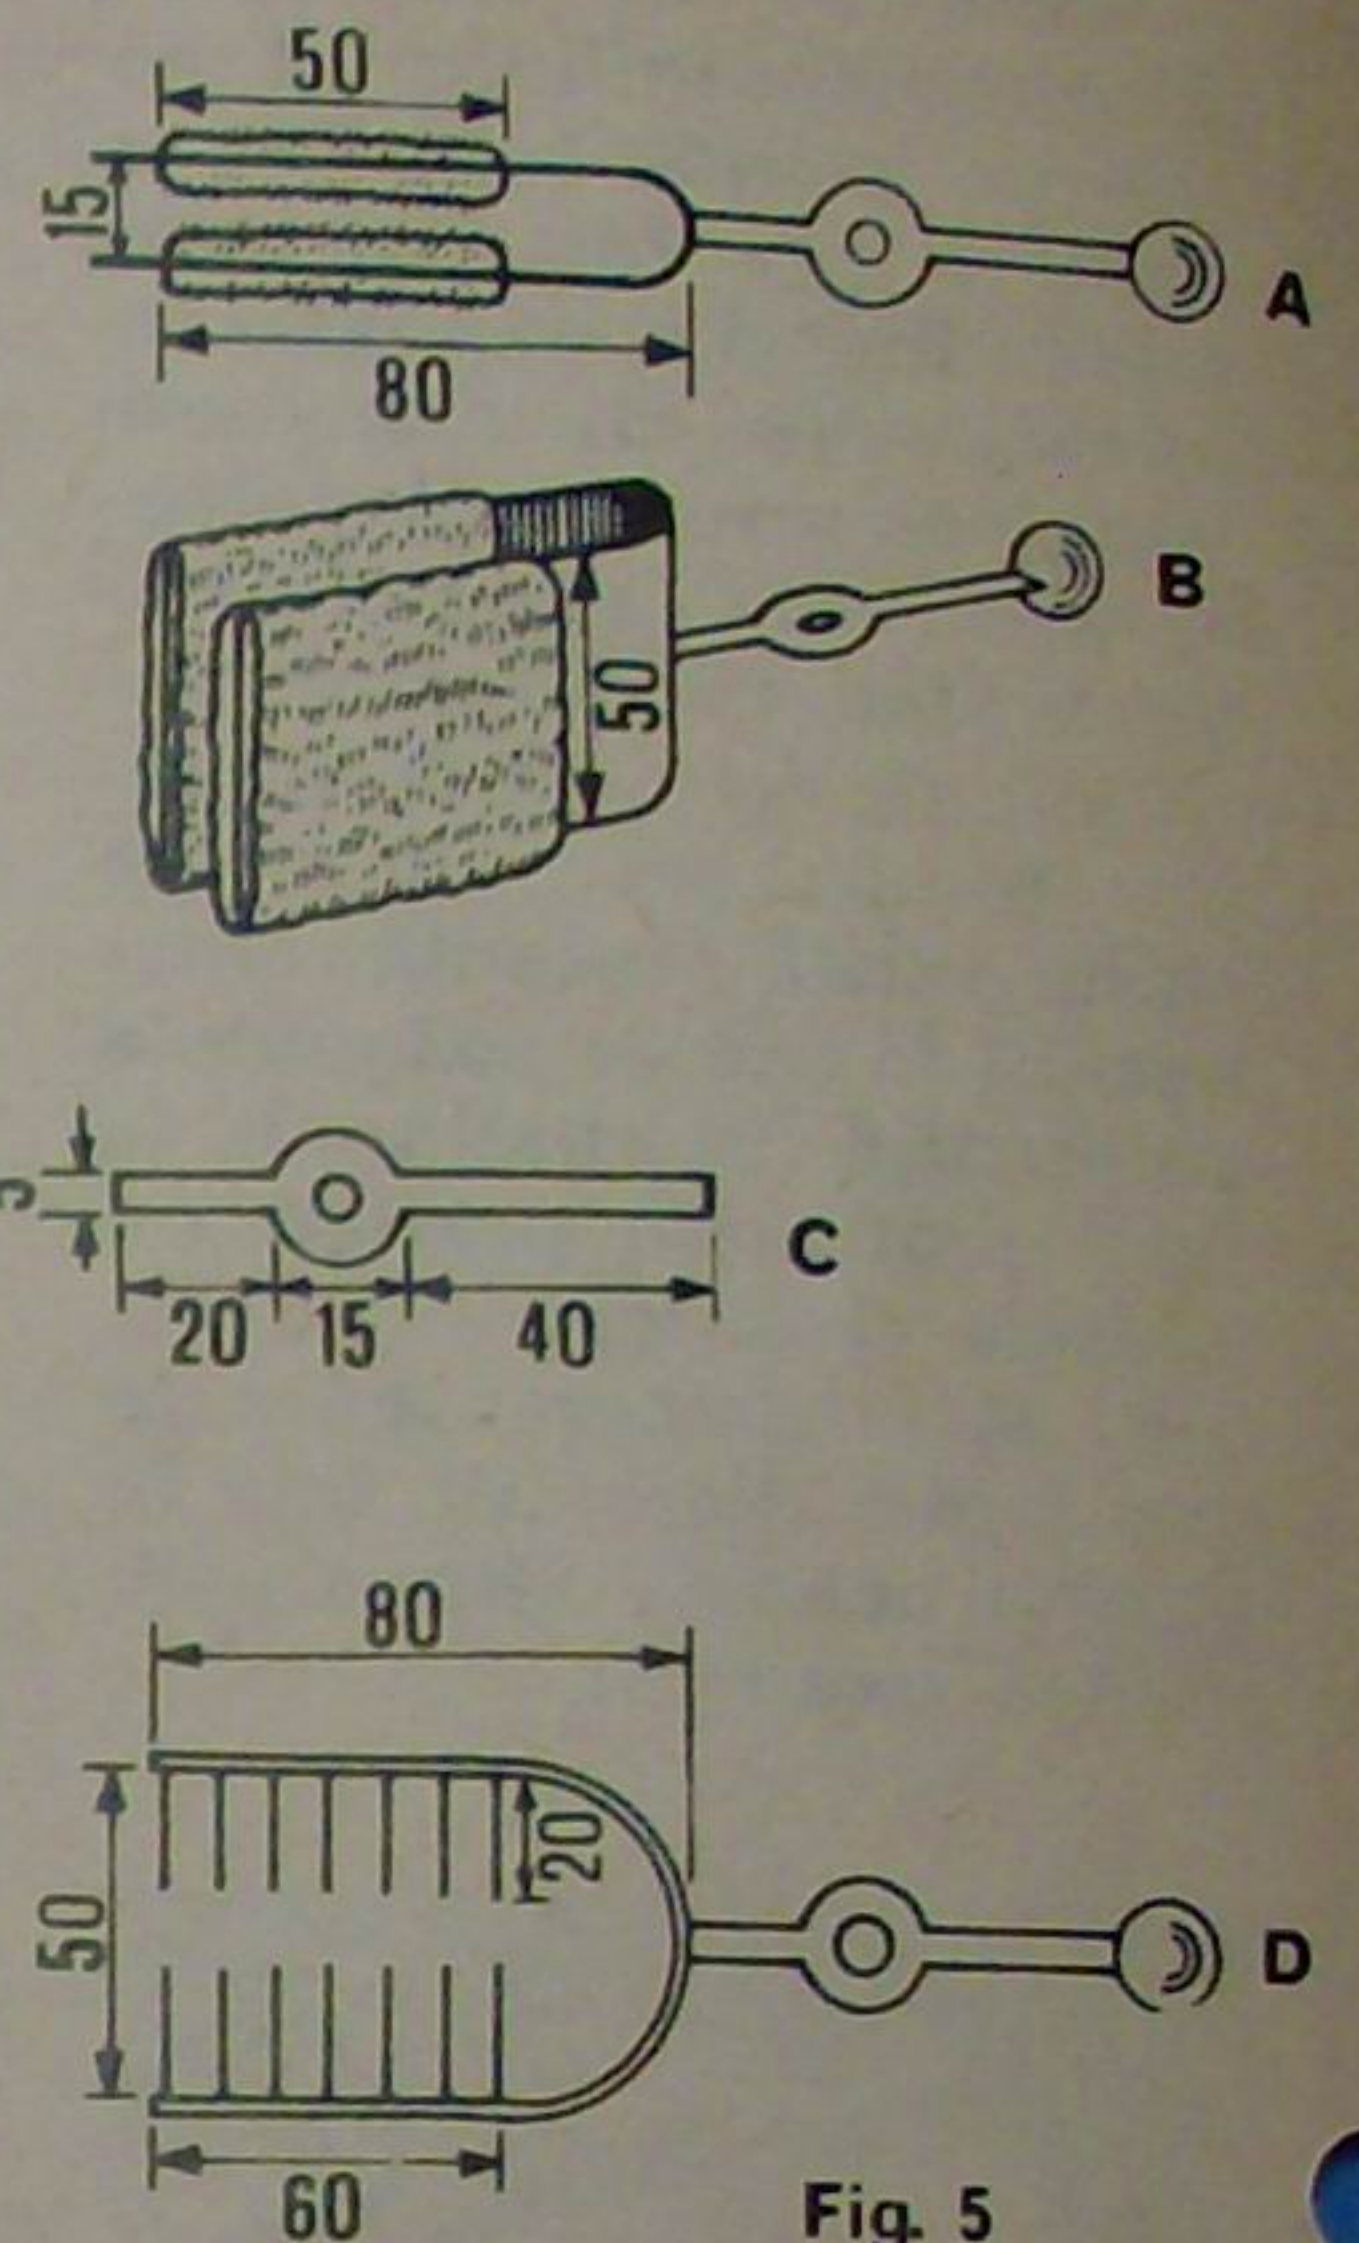

Fig. 5
de 155 mm și înălțimea de 50 mm. Se îndoaie tabla în formă de «U» (fig. 5-A și B). Din aceeași tablă se decupează două piese ca aceea din figura 5-C. Una se va folosi la fixarea blănițelor de suport (6), iar cealaltă pentru fixarea pieptenului. Capătul scurt al acestei piese se lipește cu cositor de curbura piesei în formă de «U». La celălalt capăt se lipește, tot cu cositor, o bilă de rulment cu diametrul de 20—25 mm. Blănițele propriu-zise sînt două bucățele de blană de iepure, care se lipesc cu clei, aracet sau prenadex de brațele piesei în formă de «U» (cînd suportii (6) sînt fixați, blana trebuie să frece discul).
Pieptenul (fig. 5-D) se confecționează dintr-o sîrmă de cupru sau alamă groasă de 5 mm și lungă de 190 mm. Sîrma se îndoaie în formă de «U» și apoi, pe fiecare braț, se lipesc cu cositor cîte 7 bucățele de sîrmă lungi de 20 mm și ascuțite la un capăt (se pot folosi ace cu gămălie scurte). Pieptenul este prevăzut și el cu o piesă pentru fixare (fig. 5-C), o bilă și un suport de sticlă (6), la fel ca blănițele.